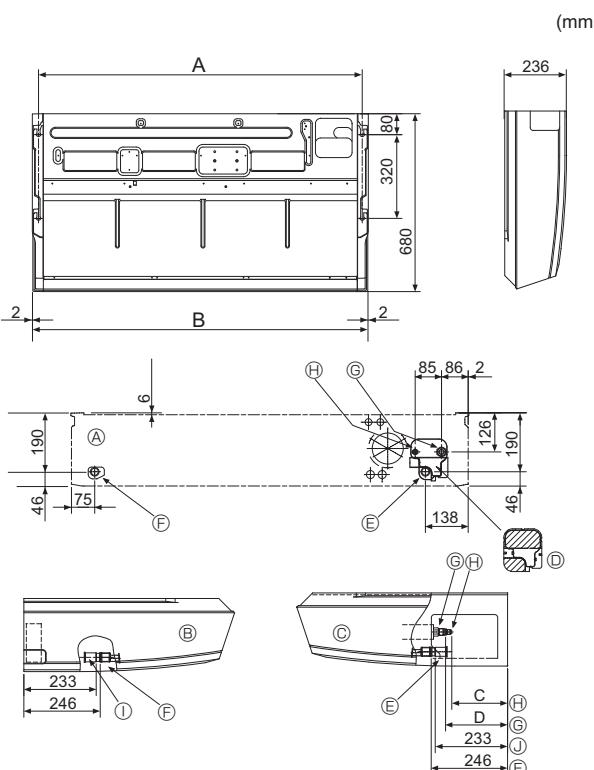

Fig. 3-2
①	Rondelle	4
②	Gaine protectrice de tuyau	1 grande taille (pour la tuyauterie à gaz)
③	Gaine protectrice de tuyau	1 petite taille (pour la tuyauterie à liquide)
④	Courroie	4
⑤	Douille	1 Marquée "UNIT" (APPAREIL)
⑥	Gaine de la douille	1
⑦	Gaine du tuyau d'évacuation	1
⑧	Ecrou évasé	1 ø6,35 (RP60 uniquement)
3.2. Préparation à l'installation (Fig. 3-2)